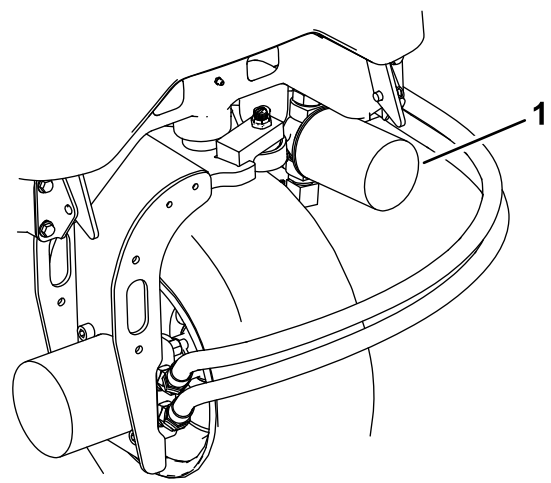
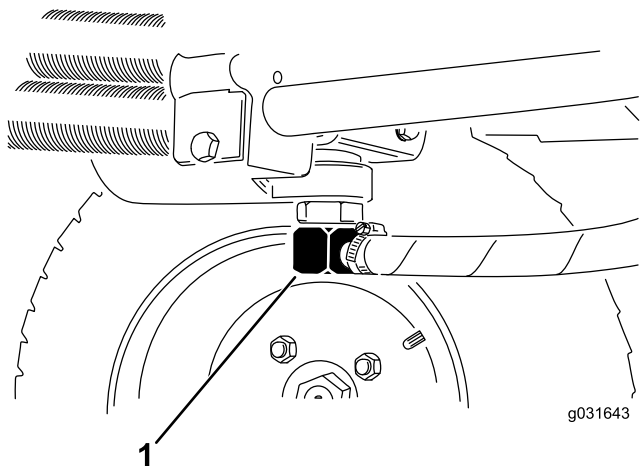

Figura 63
Figura 64
3. Limpie alrededor de la zona de montaje del filtro, coloque un recipiente debajo del filtro y retire el filtro (Figura 63).
2. Desconecte el tubo hidráulico o retire el filtro hidráulico y deje fluir el aceite hidráulico en un recipiente apropiado (Figura 63 y Figura 64).
3. Vuelva a colocar el tubo cuando el aceite hidráulico se haya drenado (Figura 64).